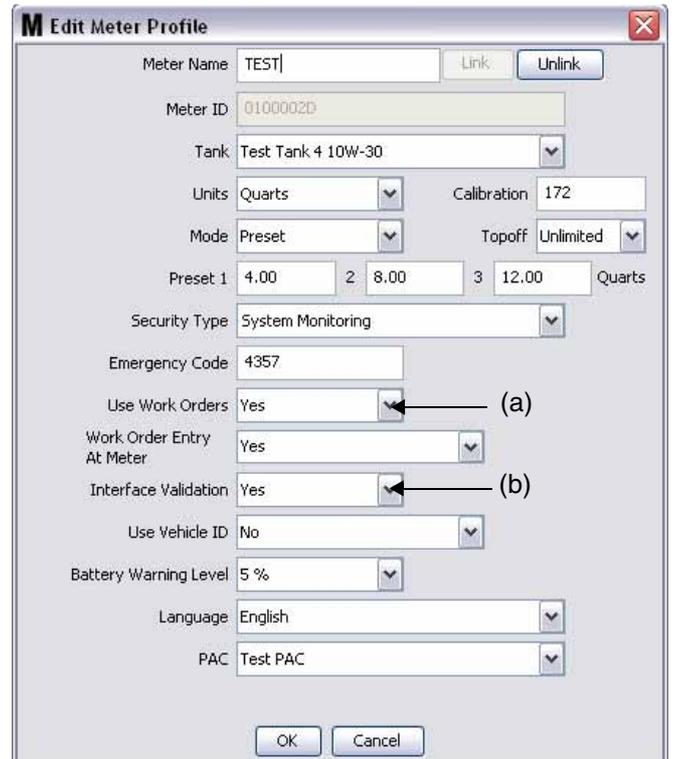

FIG. 4
En cliquant sur le bouton Modifier pour un compteur, l'écran Modifier le Profil de Compteur (Edit Meter Profile) s'affiche pour ce compteur (FIG. 4). Consultez la section Compteurs du Manuel d'instructions de Matrix de Graco pour des instructions complètes sur l'ajout d'un compteur et des informations sur la modification du compteur existant.
Pour qu'un compteur utilise l'interface, il doit être configuré pour utiliser les bons de commande, c'est-à-dire, (*Utiliser les Bons de commande* réglé (A) sur « yes » (FIG. 4) et l'interface de ce compteur en marche, c'est-à-dire, *Validation de l'Interface* (b) réglé sur « yes ».